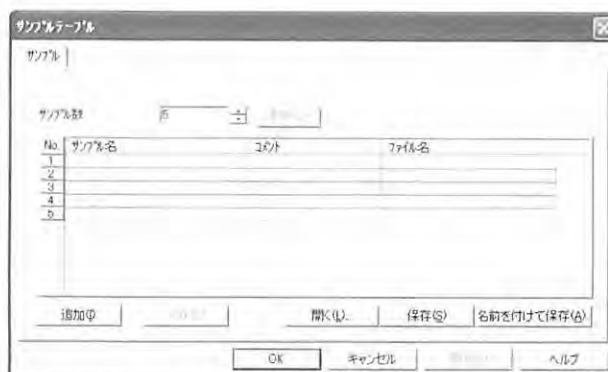

図3-8 サンプルテーブル
- (1) 測定画面を開き、 ボタンをクリックします。
- (2) 図3-8のようなサンプルテーブル画面が表示されたら、空白部分を埋めます。